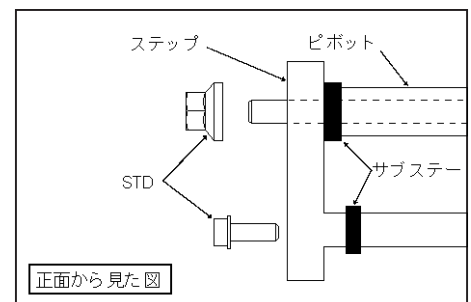

図 1
**① サブステーを車体へ取り付けます。**
3. 取り外したカラーの位置にサブステーが来るようにセットし純正ボルトとナットを締め付けて下さい(図. 1)